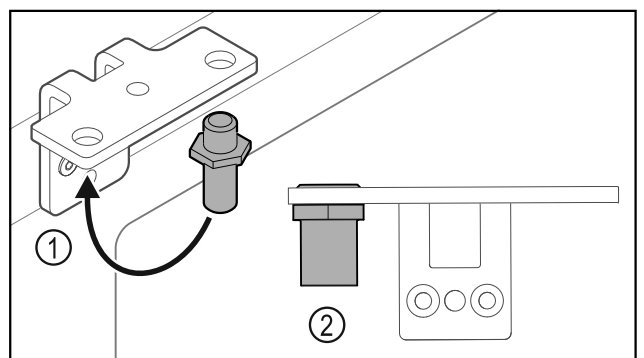

Fig. 17
- ▶ Bolzen Fig. 17 (1) im Scharnierwinkel umsetzen.
- ▶ Bolzen Fig. 17 (2) mit **Drehmoment von 12 Nm** anziehen.